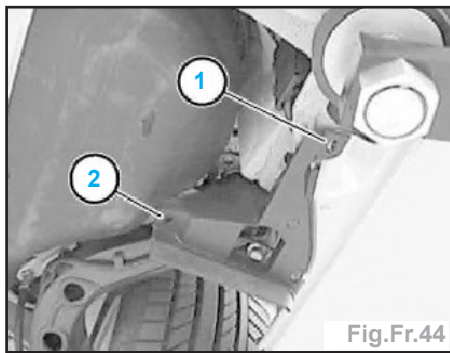

Fig.Fr.44
- Déposer la lèvres faisant office de déflecteur d'air (2) (fig.Fr.44).
- Faire attention au guide (1) (fig.Fr.44).